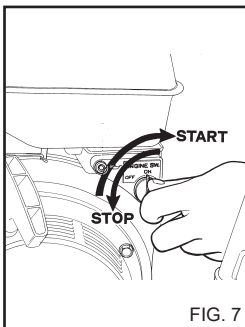

FIG. 7
3) Plaats de motorschakelaar in de stand ON (fig. 7).
a) Plaats de motorschakelaar in de stand OFF (fig. 7)